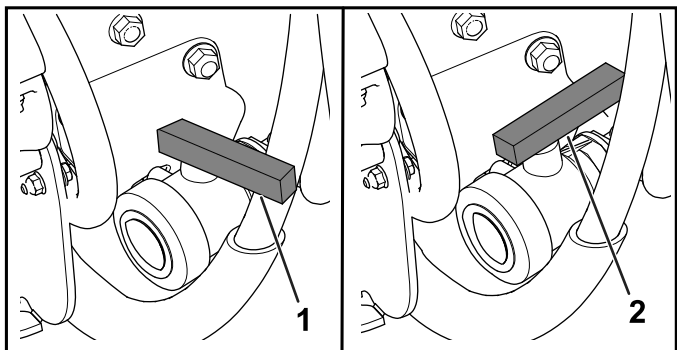

Figura 93
- Abra la válvula para vaciar del depósito todo el material no utilizado (Figura 93).
- Cierre la válvula de vaciado (Figura 93).